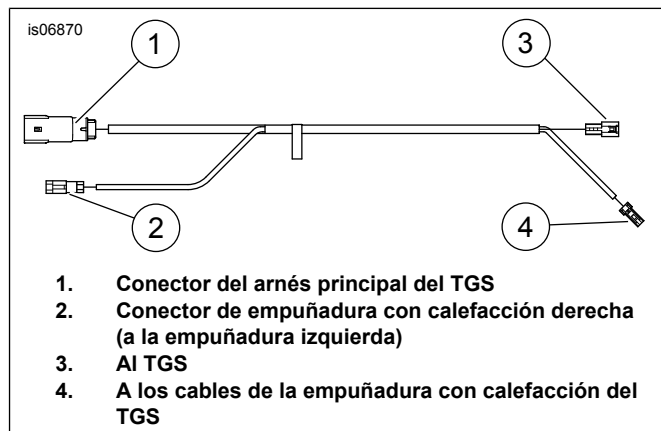

Figura 4. Arnés de puente del TGS
4. Vea la Figura 4. Acople el **nuevo** arnés de puente TGS al TGS.
- a. Conecte el conector (3) al arnés del TGS.
- b. Conecte el conector (4) al conector de la empuñadura con calefacción.